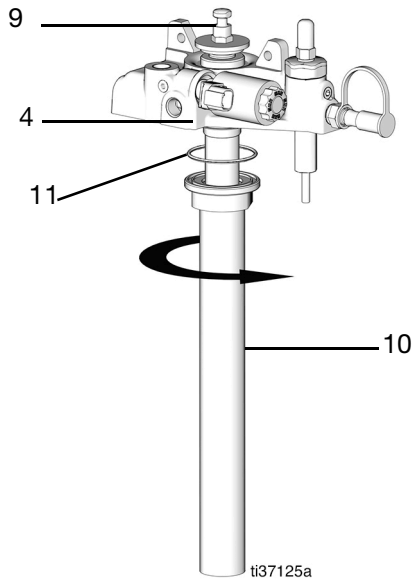
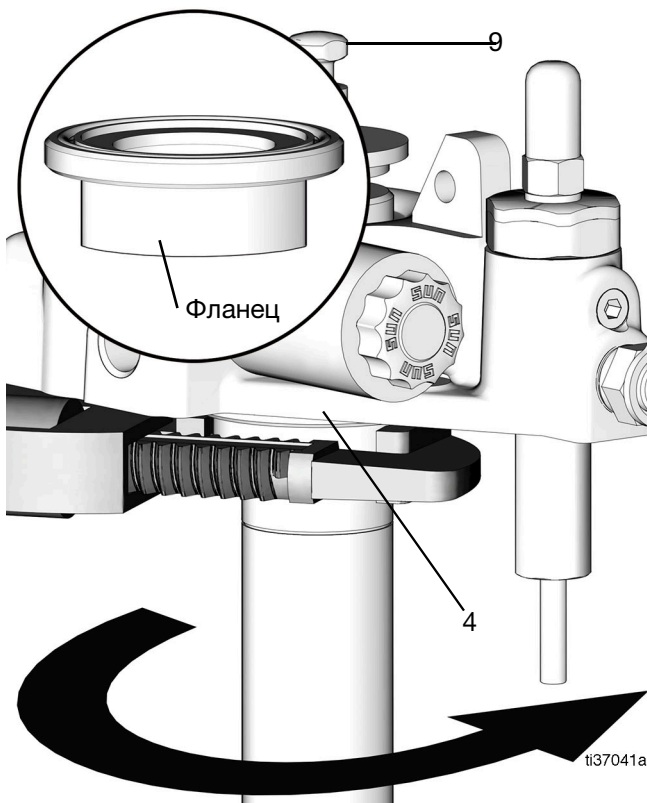

Рис. 65
Рис. 66
25. Замените уплотнительное кольцо (11) и смажьте небольшим количеством консистентной смазки (Рис. 65).
26. Надвиньте конструкцию типа «труба в трубе» (10) на блок до упора в корпус насоса. Затяните фланец (момент затяжки: 54,2 Н•м, 40 фунт-футов) (Рис. 65 и Рис. 66).